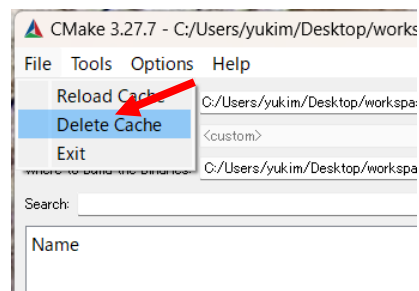

図 12 [Delete Cache]の場所
- ⑥ 図 12 のように[メニューバー]の[File]をクリックし、[Delete Cache]をクリックする。